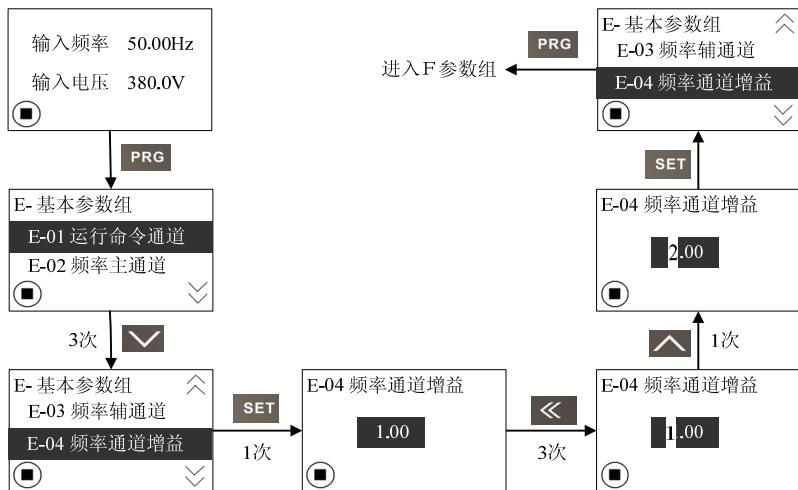

图 12 数据操作界面流程
(2) 数据操作界面流程: 以功能代码 E-04 下频率通道增益设定为例来介绍, 设置 E-04 的参数值为 2.00, 具体操作如图 12 所示。